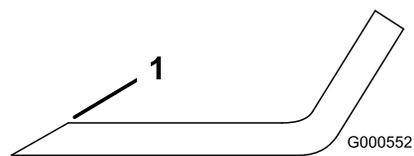

Figura 34
1. Utilize uma lima para afiar aresta de corte em ambas as extremidades da lâmina (Figura 34).
**Nota:** Se lâmina não estiver equilibrada, lime algum metal da extremidade da aba apenas (Figura 34).